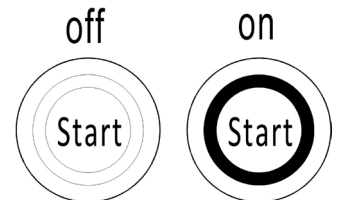

Abb.8: Knopf schalter
Ziehen Sie den Notfallknopf heraus (Abb. 1, 20), drücken Sie den Knopfschalter, und eine grüne Leuchte erscheint auf dem Schalter (Abb. 8), geben Sie das Passwort auf dem PIN-Code-Panel ein und drücken Sie die $\checkmark$ -Taste, um den Stapler zu starten. Der Stapler kann auch mit RFID-Zugangskarte aktiviert werden.
Senken Sie die Gabeln immer vollständig ab. Drücken Sie die Taste, der grüne LED-Ring ist aus (Abb. 8) und drücken Sie den Notausschalter (20).